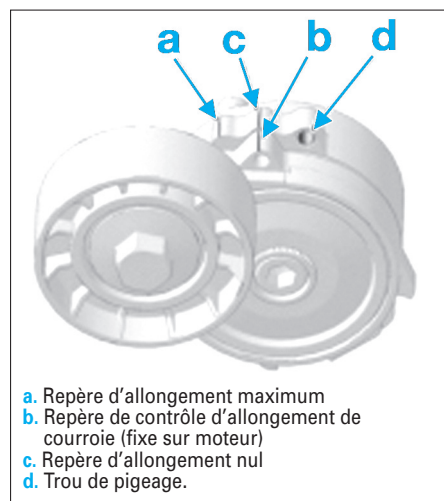

Fig. 1
- Contrôler l'usure de la courroie d'accessoires en regardant la coïncidence des différents repères (Fig.1).